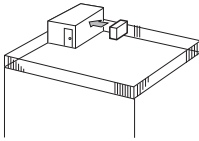

Fig. 2-3
- (1) Coloque la salida de aire de frente a la pared más próxima a una distancia de 35 cm de ella. (Fig. 2-3)